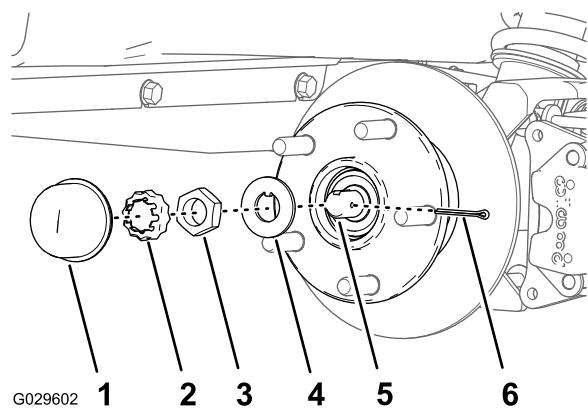
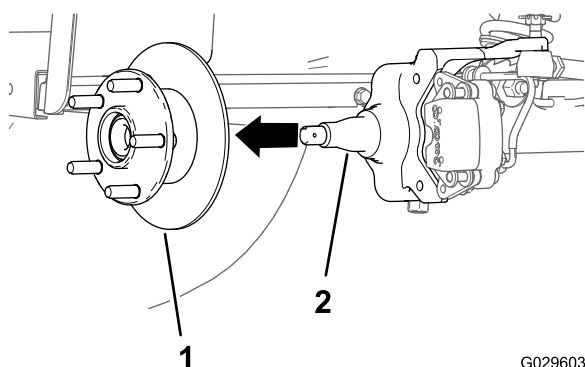

Рисунок 29
Рисунок 30
4. Снимите пылезащитную крышку со ступицы (Рисунок 29).
5. Снимите шплинт и держатель гайки со шпинделя и гайки шпинделя (Рисунок 29).
6. Снимите гайку шпинделя со шпинделя и отделите ступицу и ротор в сборе от шпинделя (Рисунок 29 и Рисунок 30).